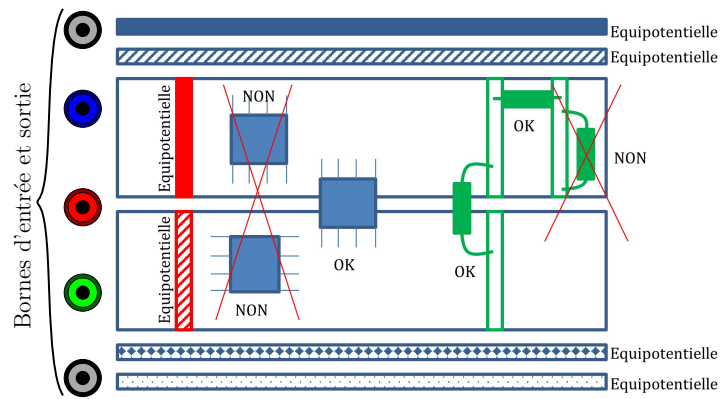

Figure 28 – Connexion des puces et dipôles sur la plaquette
- ✗ On peut en effet brancher facilement sur la plaquette des composants libres comme indiqué figure 28